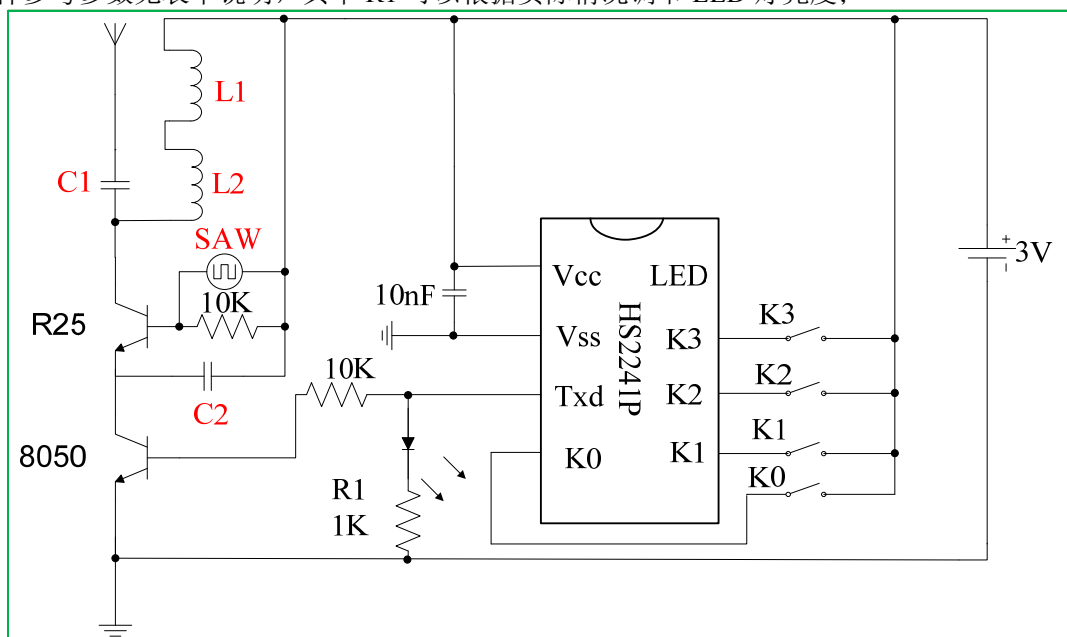

图 1 3V 参考应用电路
3、表 1 中数据为一位码宽（如上图所示“0”码或“1”码）的宽度 TD，烧写器烧调 1600μs，实际所测得的一位码宽宽度（电路如图 1 所示）。